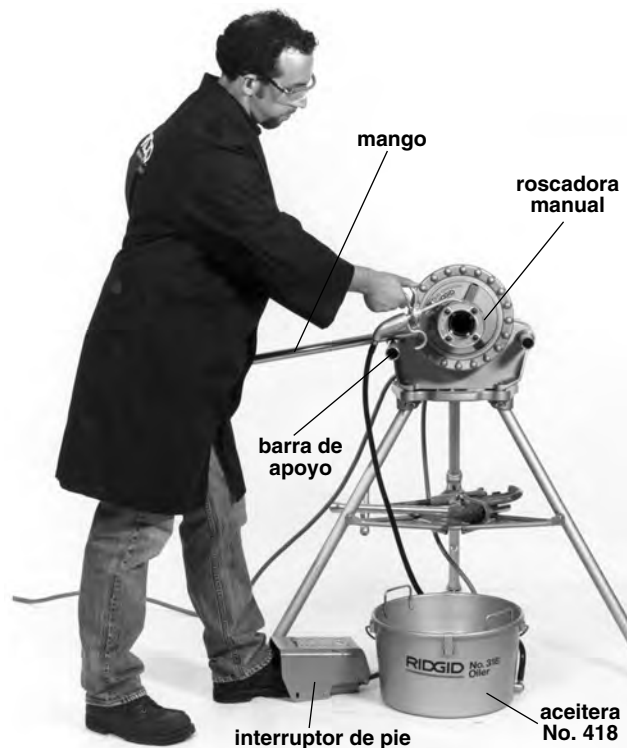

Figura 8 – Roscado con una roscadora manual
8. Sitúe el interruptor de pie donde el operador pueda controlar la máquina, herramientas y pieza de trabajo en forma segura. Como se muestra en la (Figura 8), debe permitir que el operador:
3. Adopte la postura correcta para trabajar (*Figura 8*). Así mantendrá su equilibrio y ejercerá control sobre la máquina y herramientas.
9. Retire su mano derecha de la zona del cabezal de terrajas y aceite abundantemente las terrajas mientras se rosca el tubo (Figura 8).